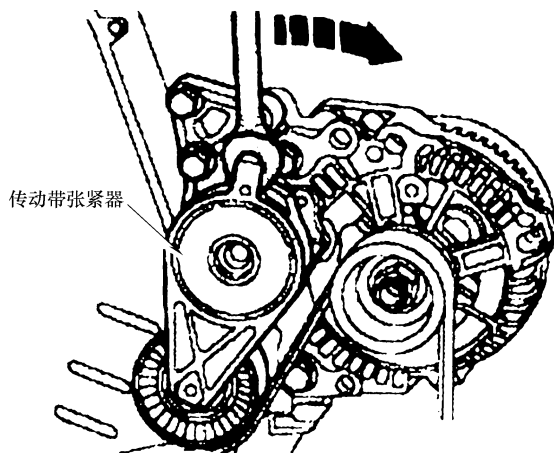

图 2-2 移动传动带张紧器
- 4) 标记传动带的传动方向。移动传动带张紧器释放传动带张力，如图 2-2 所示。